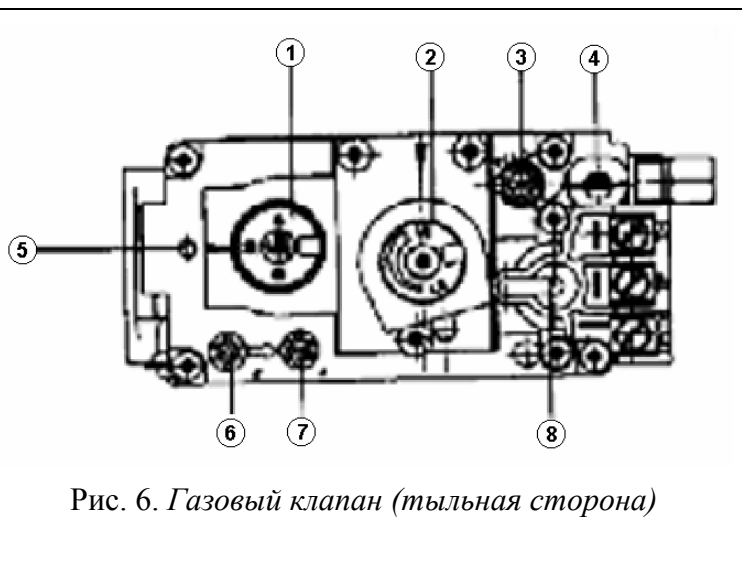

Рис. 6. Газовый клапан (тыльная сторона)
- 7.2. Для зажигания поверните ручку управления 1 (Рис. 6) в позицию ★, нажмите и удерживайте ее.
- 7.4. Отпустите ручку 1 (Рис. 6) приблизительно через 30 секунд, после того как пусковой факел загорится.
- 7.5. Поверните ручку 1 (Рис. 6) на позицию ● и установите температуру на желаемом уровне. Температура повышается с поворотом ручки против часовой стрелки.
Установите ручку управления 1 (Рис. 6) в положение ★. Установка температуры не обязательна.
Поверните ручку управления 1 (Рис. 6) в позицию ●, затем отключите газовый кран.